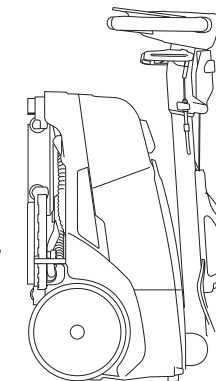

Fig.4
- Mettre la machine en position verticale (Fig. 4).